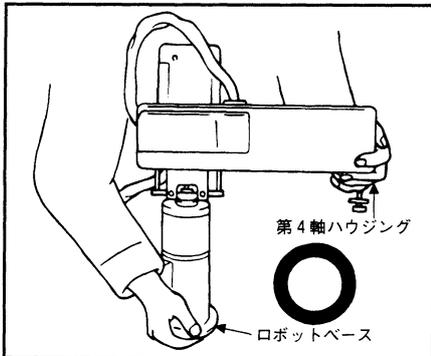

図5-54 ロボットの運搬方法
- ①モーターケーブル、エンコーダケーブルはロボット本体からはずしてください。
- ②エア配管を使用されている場合は継手よりはずしてください。
- ロボット運搬には図5-54で示す第4軸（T軸）ハウジングとロボットベースの位置を持ち必ず両手で作業を行なってください。